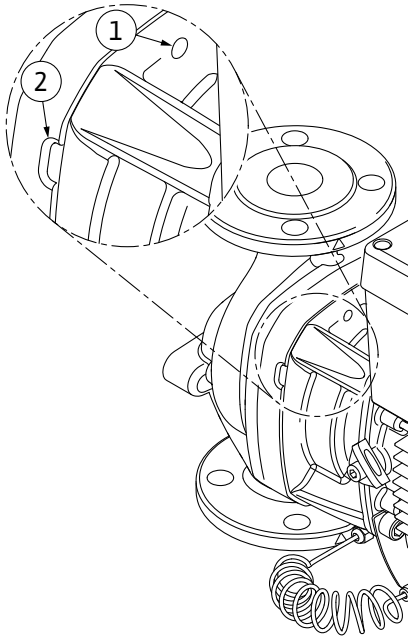

Fig. 104: Fori filettati e fessure per estrarre il set di innesto dal corpo pompa
Per il tipo di pompa (Fig. I e Fig. II) utilizzare i due fori filettati M10 (vedi Fig. 104) e le viti idonee e predisposte a cura del committente (es. M10 x 20 mm). Per l'estrazione è possibile utilizzare anche le fessure (Fig. 104, pos. 2).